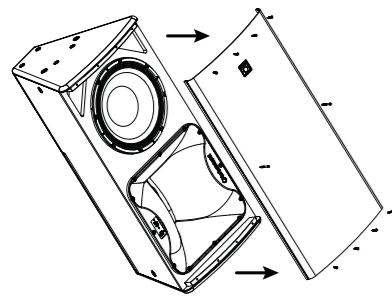

Fig. 1
2. Remove the 10 posi-drive screws that hold the grille in place and set the grille aside (fig 1).
14. Replace the grille (fig 1) and phase check the cabinet before use.
2. Quite los 10 tornillos posi-drive que sujetan la rejilla en su lugar y déjela a un lado (fig 1).
14. Vuelva a colocar la rejilla (fig. 1) y compruebe por fases el gabinete antes de usarlo.
2. Retirez les 10 vis posi-drive qui maintiennent la grille en place et mettez la grille de côté (fig 1).
14. Remplacez la grille (fig 1) et vérifiez la phase de l'armoire avant utilisation.
2. Entfernen Sie die 10 Posi-Drive-Schrauben, mit denen der Kühlergrill befestigt ist, und legen Sie den Kühlergrill beiseite (Abb. 1).
14. Setzen Sie das Gitter wieder ein (Abb. 1) und überprüfen Sie den Schrank vor dem Gebrauch.
2. Remova os 10 parafusos posi-drive que prendem a grade no lugar e coloque a grade de lado (fig. 1).
14. Substitua a grelha (fig. 1) e verifique as fases do armário antes de o utilizar.
2. Rimuovere le 10 viti di posizionamento che fissano la griglia in posizione e metterla da parte (fig 1).
14. Riposizionare la griglia (fig 1) e controllare il mobile prima dell'uso.